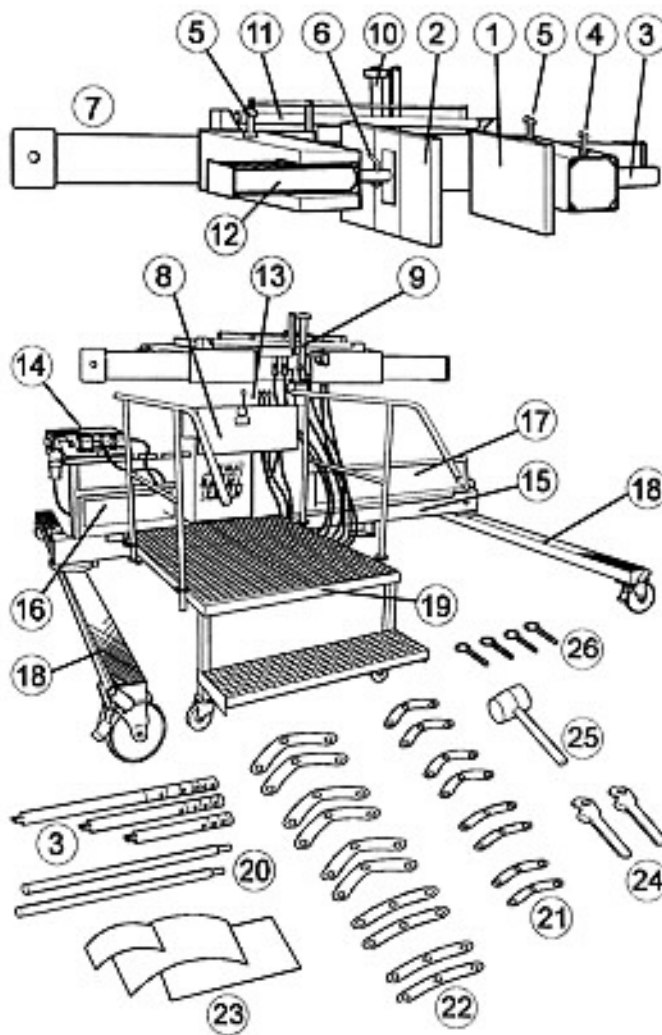

Bild 4 / Fig. 4
**IV. Description de l'appareil****IV.1. Désignation des pièces et des éléments de commande****Appareil complet (fig.4)**
#### Gesamtgerät (Bild 4)